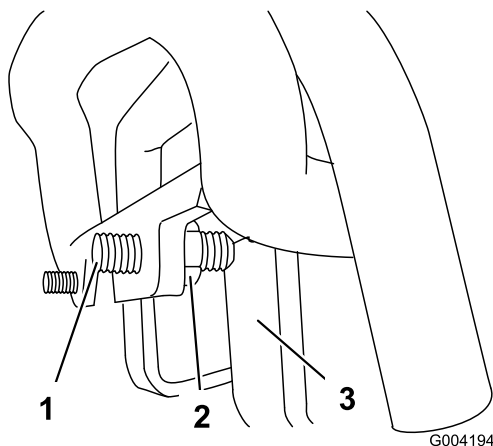

Bild 57
3. Falls die Maschine nach **links** zieht, lockern Sie die **rechte** Klemmmutter und stellen Sie die Spurweiten-Stellschraube vorne am Fahrtrieb ein (Bild 57).
4. Falls die Maschine nach **rechts** zieht, lockern Sie die **linke** Klemmmutter und stellen Sie die Spurweiten-Stellschraube vorne am Fahrtrieb ein (Bild 57).